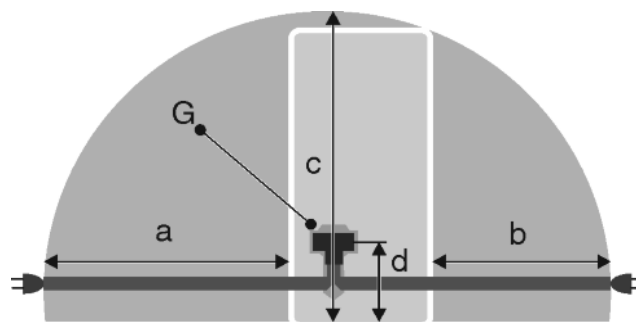

Fig. 22
- De contactdoos bevindt zich buiten het bereik van de achterzijde van het apparaat in het desbetreffende gedeelte Fig. 22 (a, b, c).
- ▶ Breng de apparaatstekker Fig. 22 (G) aan de achterzijde van het apparaat aan. Let op het correct vastklikken.